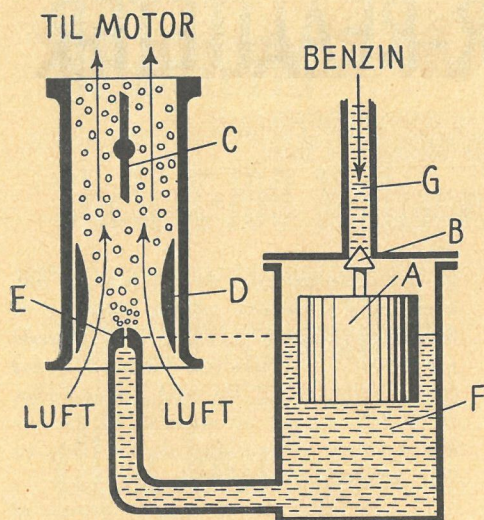
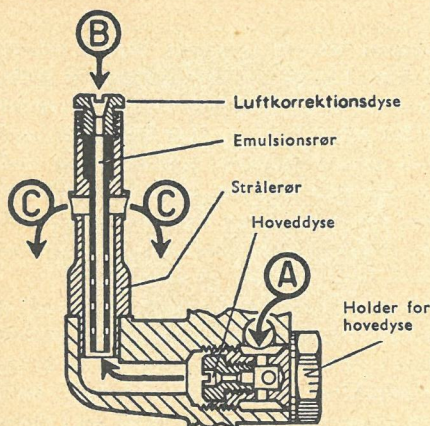
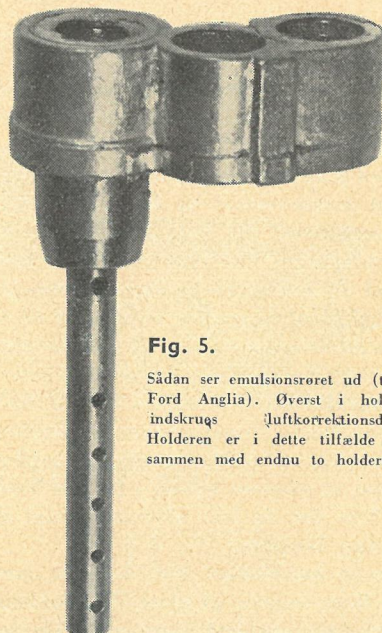

Fig. 1.
Fig. 4.
Fig. 5.
Den simple karburatorform vises i fig. 1, men den kan kun fungere tilfredsstillende ved et ganske bestemt omdrejningstal, og kommer vi under dette omdrejningstal på motoren, vil luftens gennemstrømningshastighed falde med det resultat, at luften river forholdsvis mindre mængder benzin med sig, og blandingen bliver derved for mager. Kommer man modsat op på et højere omdrejningstal, vil luftens gennemstrømningshastighed stige, og blandingen bliver for fed, fordi der trækkes uforholdsmæssigt megen benzin op fra strålerøret. Af samme grund må benzinmængden reguleres således, at vi bibeholder vor idealblanding uanset det øjeblikkelige omdrejningstal og belastning. I motorcyklekarburatorerne sker dette i de almindeligste typer ved hjælp af den koniske nål og gasspjældets udskæring, og den koniske nål finder vi i bl. a. Carter karburatoren, hvor
I praksis udformer man kompensatorsystemet på en måde, der rent mekanisk er mere enkel, men i funktionen mere følsom om kompliceret. Betragter vi en almindelig Solex faldstrømskarburator, finder vi kun et enkelt strålerør udformet som en holder for det såkaldte emulsionsrør (se fig. 4). I dette strålerør er der tværboringer således, at udmundingerne (C) ligger på tværs af luftstrømmen. Den kalibrerede dyse er anbragt som en separat prop i blandekammeret, og benzinen stiger op i strålerøret og emulsionsrøret, der blot er skruet ned i strålerøret som et sugerør i en flaske. Strålerøret er for oven lukket af en prop, der samtidig tjener som luftkorrektionsdyse for emulsionsrøret. Sidstnævnte har på sin nederste del boret flere huller som tværboringer (se fig. 5), og emulsionsrøret er iøvrigt åbent i den nederste ende. Benzinen stiger op i såvel strålerør som emulsionsrør (også kaldet blandingsrør), og ved lave omdrejningstal vil benzinen blive trukket ud af strålerørets boringer (C på fig. 4), som ved det primitive strålerør vist i fig. 1. Ved stigende omdrejningstal vil strålerøret leve over evne på den måde, at det afgiver mere benzin, end hoveddysen